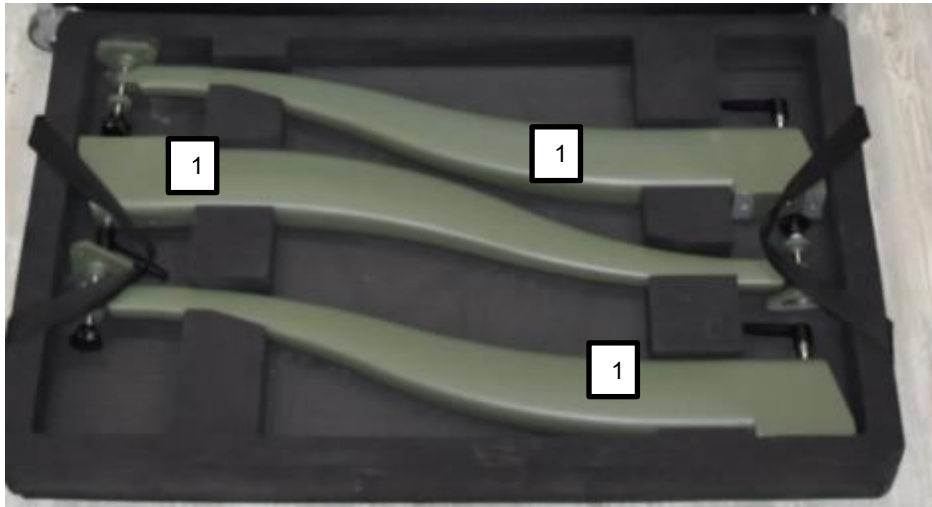

Рисунок 2.2.1.1 – Основной отсек и содержимое транспортировочного кейса в раскрытом виде.
3) Установить и зафиксировать опорные ноги «1» на вращающейся площадке «2» фиксирующими штифтами (рисунок 2.2.1.2)